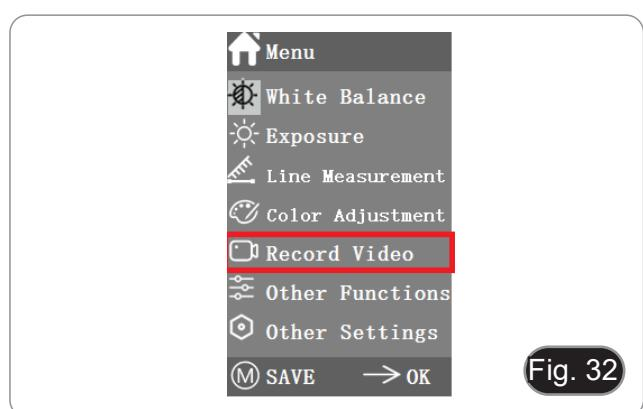

Fig. 32
- Premere il pulsante M per mostrare il menu sullo schermo (Fig. 32) e scegliere l'opzione Record Video premendo \uparrow o \downarrow .